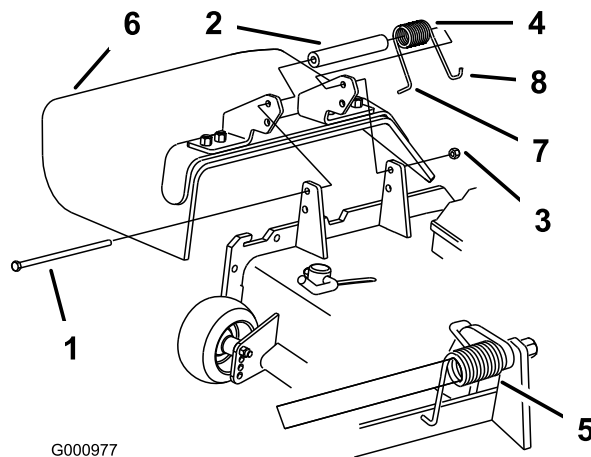

図 36
1. デフレクタをピボットブラケットに固定しているロックナット、ボルト、スプリング、スペーサを外す (図 36)。デフレクタを取り外す。
注 ボルトを取り付ける前に、スプリングの L 字形フックが、図 36 のようにデッキのエッジの後ろに取り付けられていることを確認してください。
3. ボルトとナットを取り付ける。スプリングの右側の J 字形フックを、デフレクタに引っ掛ける (図 36)。